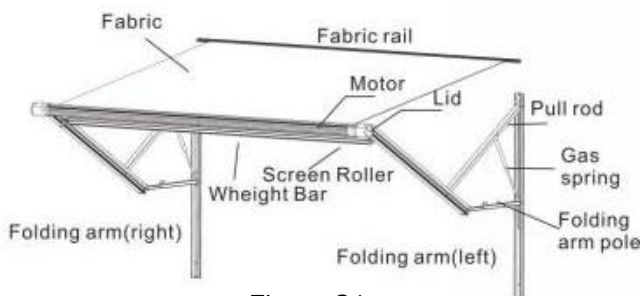
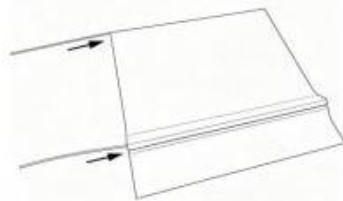

Figure C1
Figure C9
3.4.2 Inserire due cordini di tessuto nelle apposite scanalature del tessuto della tenda da sole. (Figura C9) Inserire il cordino in tessuto 1 mostrato nella scanalatura del tubo avvolgitore della tenda da sole 1. (Figura C 10) , Utilizzare una spatola di plastica per premere il tessuto nella scanalatura del tubo a rullo 2 e inserire il cordino del tessuto per il fissaggio (Figura C1 1) , tendere il tessuto della tenda da sole e avvitare le viti per fissare il tessuto. (Figura C1 2) e avvolgere il tessuto
della tenda da sole nella direzione indicata in figura . (Figura C1 3)
3.5.1 Estrarre il tubo del rullo della tenda laterale e i relativi tubi di collegamento interni, collegarli come mostrato in figura e fissarli con viti autofilettanti A per formare un tutto. (Figura C1 4) Estrarre la barra di contrappeso della tenda laterale e i relativi tubi di collegamento interni, collegarli come mostrato in
3.5.2 Infilare il cordino in tessuto nella scanalatura del tessuto della tenda laterale, inserirlo nella barra dei pesi, infilare l'altra estremità del tessuto della tenda nel tubo dell'avvolgitore della tenda laterale (Figura C1 6), tendere il tessuto della tenda da sole e avvitare le viti F per fissare il tessuto (Figura C1 7) e avvolgere il tessuto nella direzione indicata in figura (Figura C18) .